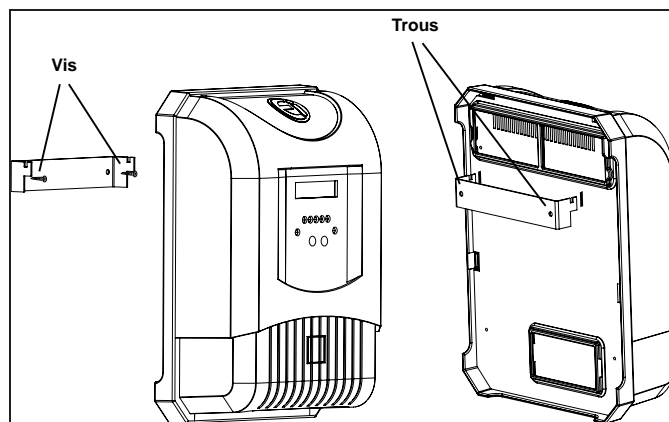

Figure 4. Fixer le bloc d'alimentation
2. Visser le support du bloc d'alimentation à un mur où il sera bien fixé en s'assurant qu'il soit placé à pas plus de 4,6 m (15 pi) de la cellule (Voir Figure 4).
3. Mettre le bloc d'alimentation en place en alignant le support avec les trous correspondants (Voir Figure 4).